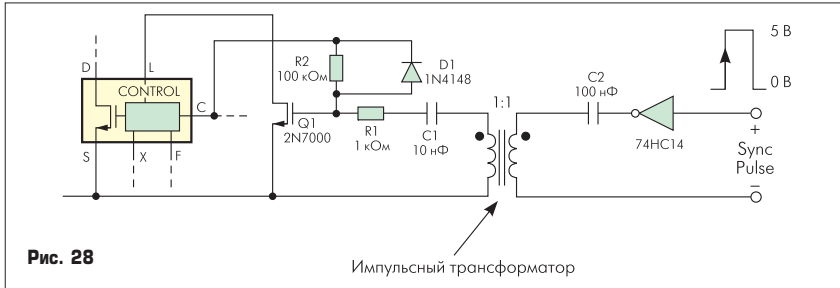

Рис. 28
2. Синхронизация с изолированным управлением (рис. 28):